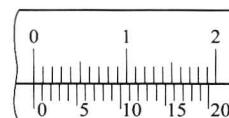

图 1-3 精度为 0.05mm 的游标卡尺读数原理
(2) 精度为 0.05mm 的游标卡尺（图 1-3），尺身每小格 1mm，当两测量爪合并时，尺身上 19mm 刻线的宽度与游标上 20 格的宽度相等，则游标上每格刻线宽度为 0.95mm ( $19\text{mm} \div 20$ )，尺身与游标每格相差 0.05mm ( $1\text{mm} - 0.95\text{mm}$ )，所以此种游标卡尺的读数精度为 0.05mm。